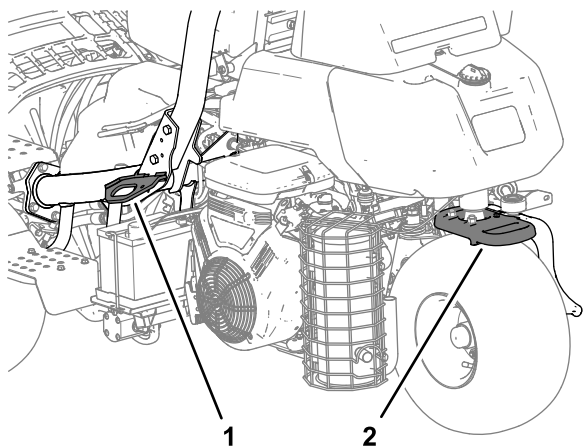

Figura 28
- Arrimez solidement la machine au moyen de sangles, chaînes, câbles ou cordes. Les sangles avant et arrière doivent être dirigées vers le bas et l'extérieur de la machine (Figura 28).